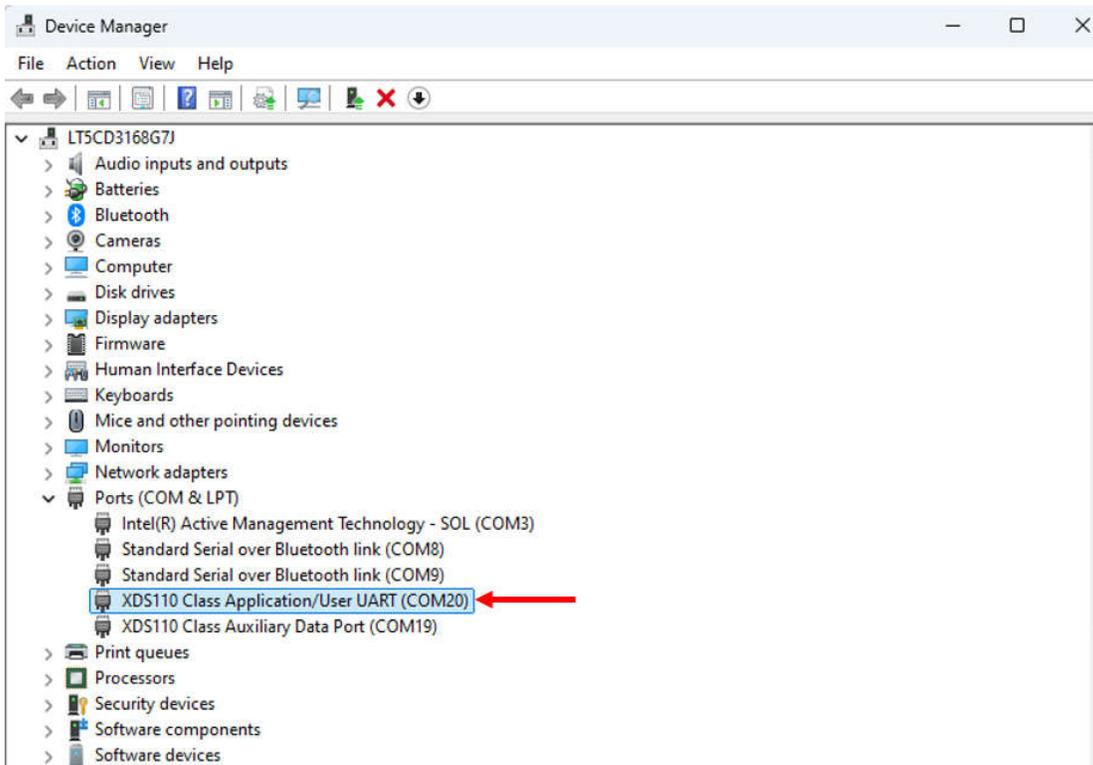

図 3-5. COM ポートの確認
5. LP-XDS110 を USB ポートに接続した後、Microsoft® Windows® のデバイス マネージャーを開きます。[XDS110 Class Application/User UART] ポートを見つけ、COM ポート番号を書き留めます。図 3-5 に示す例では、COM ポートは COM20 です。